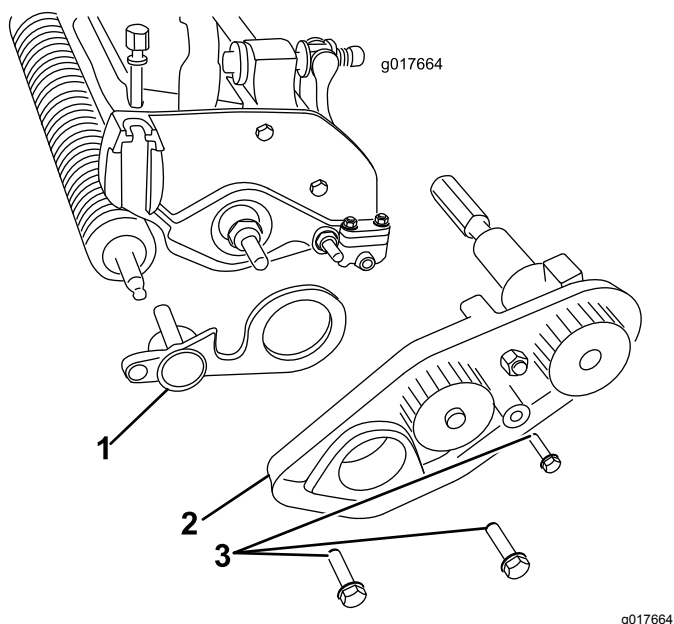

Figure 5
10. Retirez les 3 boulons qui fixent l'entraînement de courroie au plateau de coupe et déposez l'entraînement complet (Figure 5).
21. Insérez l'autre extrémité de l'arbre du groomer dans la plaque de support gauche (Figure 5).
22. Montez l'entraînement de courroie de cylindre au moyen des boulons retirés précédemment, et assurez-vous que la plaque latérale tourne librement (Figure 5).